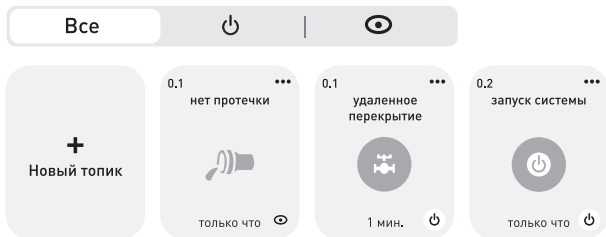

Рисунок 7 – Топики мобильного приложения ePRO 24
6.1.2 Сконфигурируйте контроллер ePRO 24 с мобильным приложением (ссылка на приложение <https://epro.ekfgroup.com/>) и добавьте соответствующие топики* мониторинга и управления, дайте им название. Всего понадобится три топика, один топик мониторинга и два топика управления (см. рисунок 7).